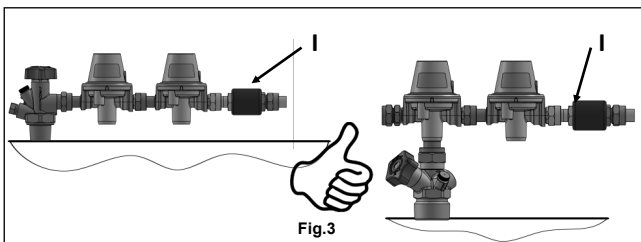

Fig.3
raccord isolant (I) (par ex. Clesse ECGW04 ou ECGW05) en sortie du limiteur de pression (Fig.3). Les canalisations métalliques de gaz situées à l'intérieur des bâtiments ainsi que celles placées à l'extérieur et faisant partie intégrante du bâtiment, doivent être connectées à la liaison équipotentielle principale (cf. NF C15-100). Lorsque la canalisation métallique pénètre dans le bâtiment, la liaison équipotentielle doit être effectuée en aval du raccord isolant, s'il existe.